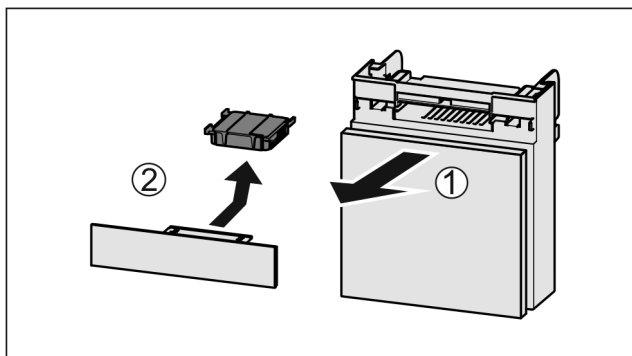

Fig. 184
- Fach nach vorne herausziehen Fig. 184 (1).
- Aktivkohlefilter entnehmen Fig. 184 (2).